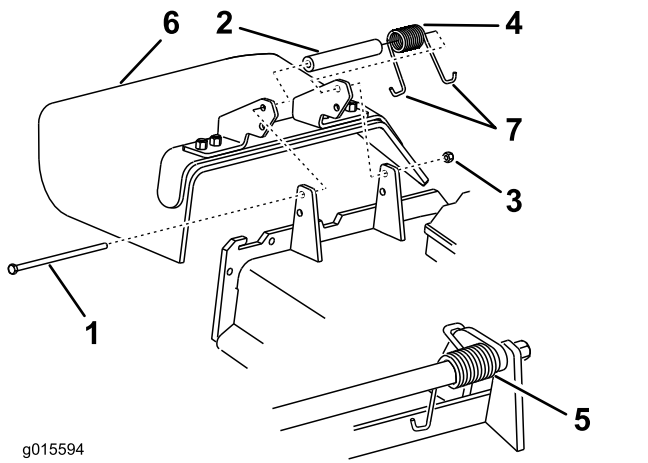

Figure 107
1. Retirez le contre-écrou, le boulon, le ressort et l'entretoise qui fixent le déflecteur aux supports de pivot (Figure 107).
2. Déposez le déflecteur d'herbe s'il est endommagé ou usé (Figure 107).
**Remarque:** Prenez soin de placer une extrémité en **J** du ressort derrière le bord du plateau avant de mettre le boulon en place, comme montré à la Figure 107.
6. Accrochez 1 extrémité en **J** du ressort au déflecteur d'herbe (Figure 107).